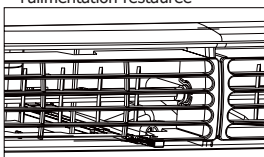

Figure 1 (ÉVÈNT FERMÉ)
- Faire recirculer l'air à l'intérieur de la pièce – évènement fermé (voir Fig. 1)